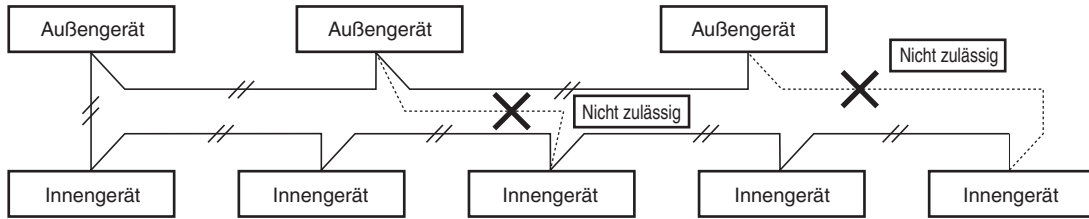

Abb. 4-3
- Die Steuerverbindungsverkabelung zwischen Geräten darf nicht so angeschlossen werden, dass eine Schleife gebildet wird. (Abb. 4-3)